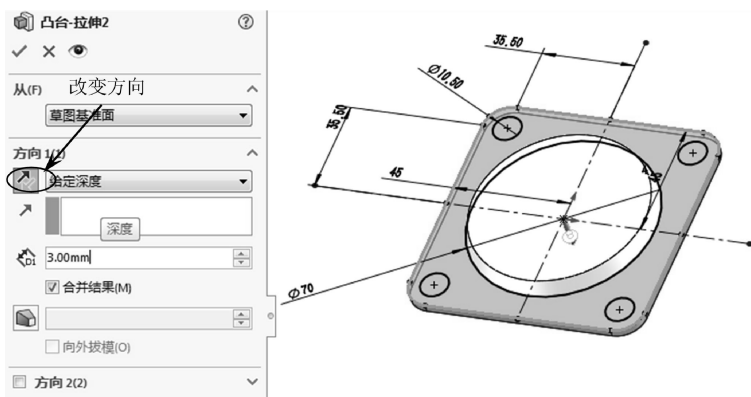

图 7-89 创建由其余草图曲线作为轮廓的实体
- 06 使用【拉伸凸台/基体】工具，选择余下的草图曲线创建实体特征，如图 7-89 所示。